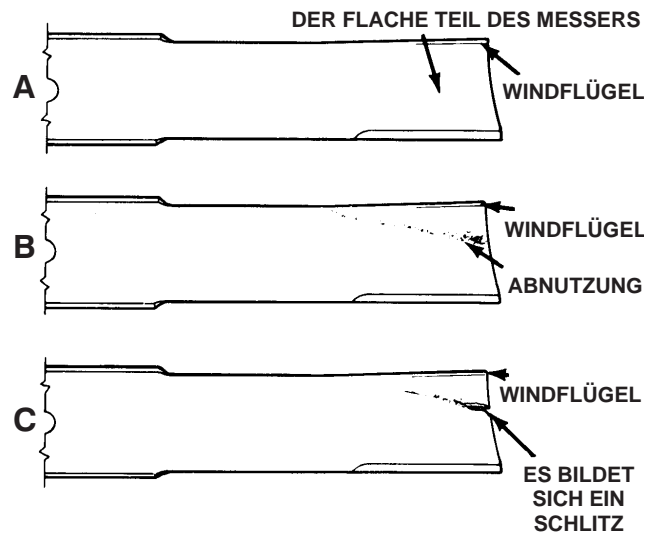

Bild 85
2. Kontrollieren Sie die Schnittkanten des Messers sorgfältig, insbesondere dort, wo die geraden Flächen die gebogenen berühren (Bild 85-A). Da Sand und anderes reibendes Material das Metall abschleifen kann, das die flachen und die gebogenen Teile verbindet, müssen Sie das Messer vor jedem Einsatz des Rasenmähers kontrollieren. Tauschen Sie das Messer aus, wenn Sie eine Abnutzung feststellen (Bild 85-B).
Wenn sich das Messer abwetzen kann, bildet sich ein Schlitz zwischen dem Windflügel und dem flachen Teil des Messers (Bild 85-C). Zuletzt kann sich ein Stück des Messers lösen und aus dem Gehäuse herausgeschleudert werden. Das kann zu schweren Verletzungen bei Ihnen selbst und Unbeteiligten führen.